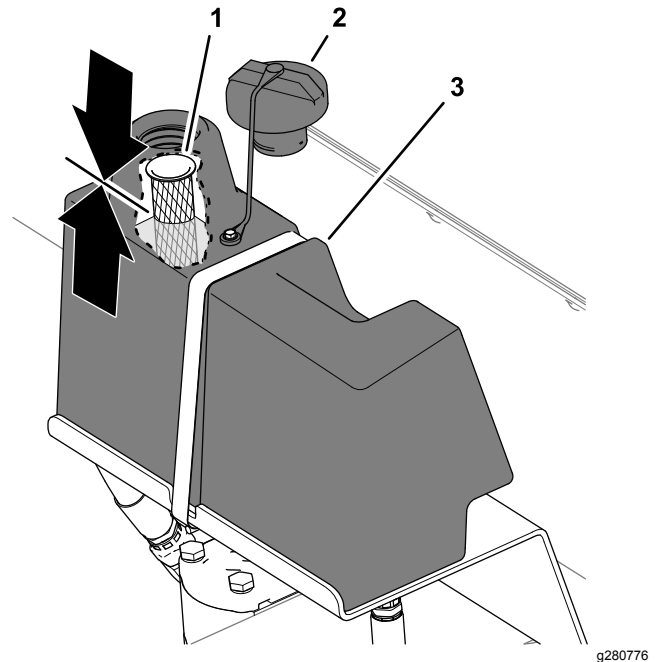

Figura 35
2. Limpie alrededor del cuello de llenado y el tapón del depósito hidráulico y retire el tapón (Figura 35).
El nivel de fluido debe llegar hasta la mitad de la malla del cuello de llenado (Figura 35).
5. Instale el tapón del depósito hidráulico (Figura 35).
5. Limpie alrededor del cuello de llenado y el tapón del depósito hidráulico y retire el tapón; consulte la Figura 35 de Comprobación del nivel de fluido hidráulico \(página 28\).
8. Instale el tapón del depósito hidráulico; consulte la Figura 35 de Comprobación del nivel de fluido hidráulico \(página 28\).